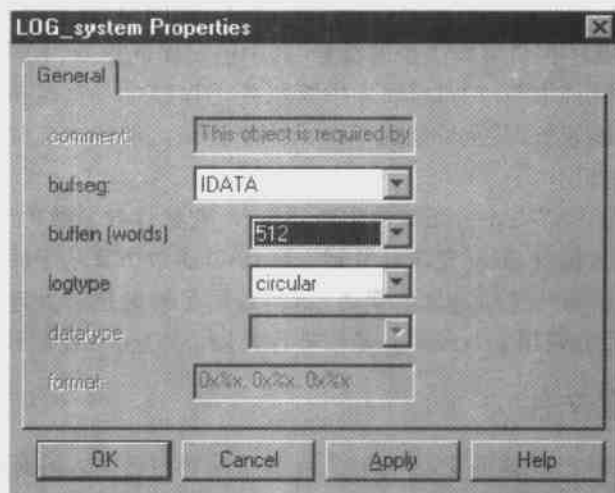

图 7.20 LOG_system 对象的属性
(4) 右击称为 LOG_system 的对象,从弹出的菜单中选择 Properties,将出现此对象的属性对话框,如图 7.20 所示。在程序运行时,此 LOG 保存了系统跟踪不同 DSP/BIOS 模块的事件。C 函数有一个下划线前缀,这是因为保存配置时产生了汇编语言文件。加下划线就可在汇编代码中调用 C 函数。此规则只适用于自编的 C 函数,对于调用的 DSP/BIOS API 或配置产生的对象不用加下划线前缀。因为每个对象会自动产生两个名字,其中一个有下划线,另一个没有下划线。